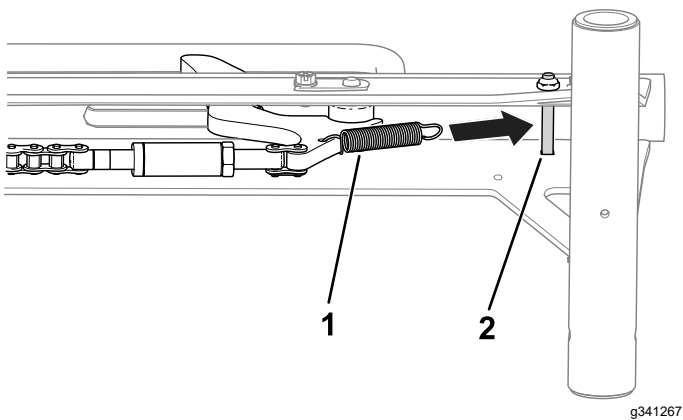

Figura 5
7. Ligue a mola ao batente da roda e o parafuso no interior do conjunto do carril (Figura 5).